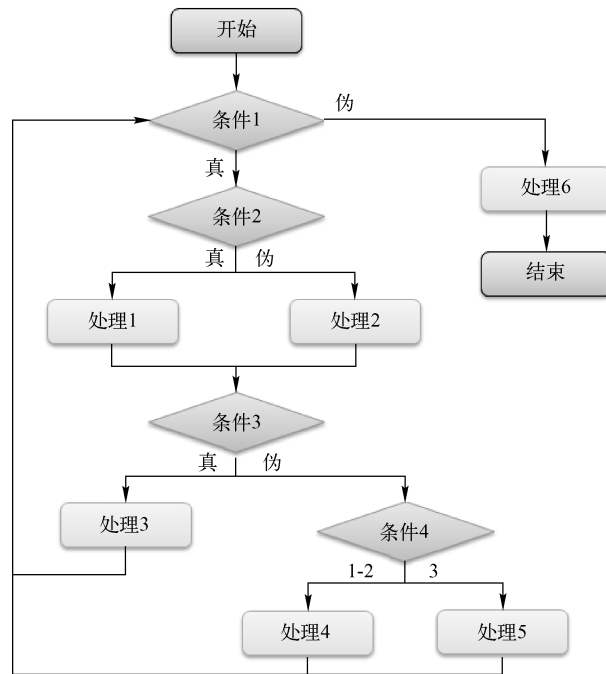

图 5-20 计算测试用例
11. 如图 5-20 所示，按照 C0、C1、C2、C3、C4 的路径测试方式，各需要多少测试用例?